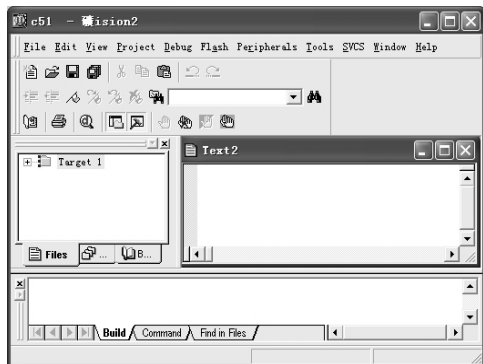
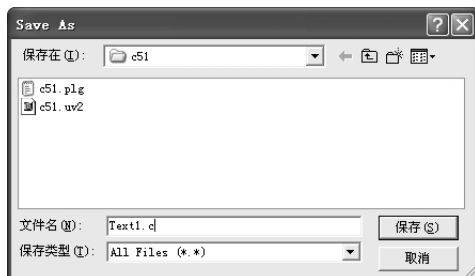

图 1-17 Keil C51 的启动界面
图 1-18 Keil C51 的编辑界面
(4) 编写源程序。单击“File”菜单，在下拉菜单中单击“New”选项，出现 Keil C51 的启动界面如图 1-17 所示，此时，光标在编辑窗口里闪烁。在输入源程序之前，建议首先保存该空白的文件。单击“File”菜单，在下拉菜单中选中“Save As”选项，Keil C51 的编辑界面如图 1-18 所示，在“文件名”栏右侧的编辑框中输入文件名，同时必须输入正确的扩展名（如果用 C 语言编写程序，则扩展名为.c；如果用汇编语言编写程序，则扩展名必须为.asm。最后，单击“保存”按钮。